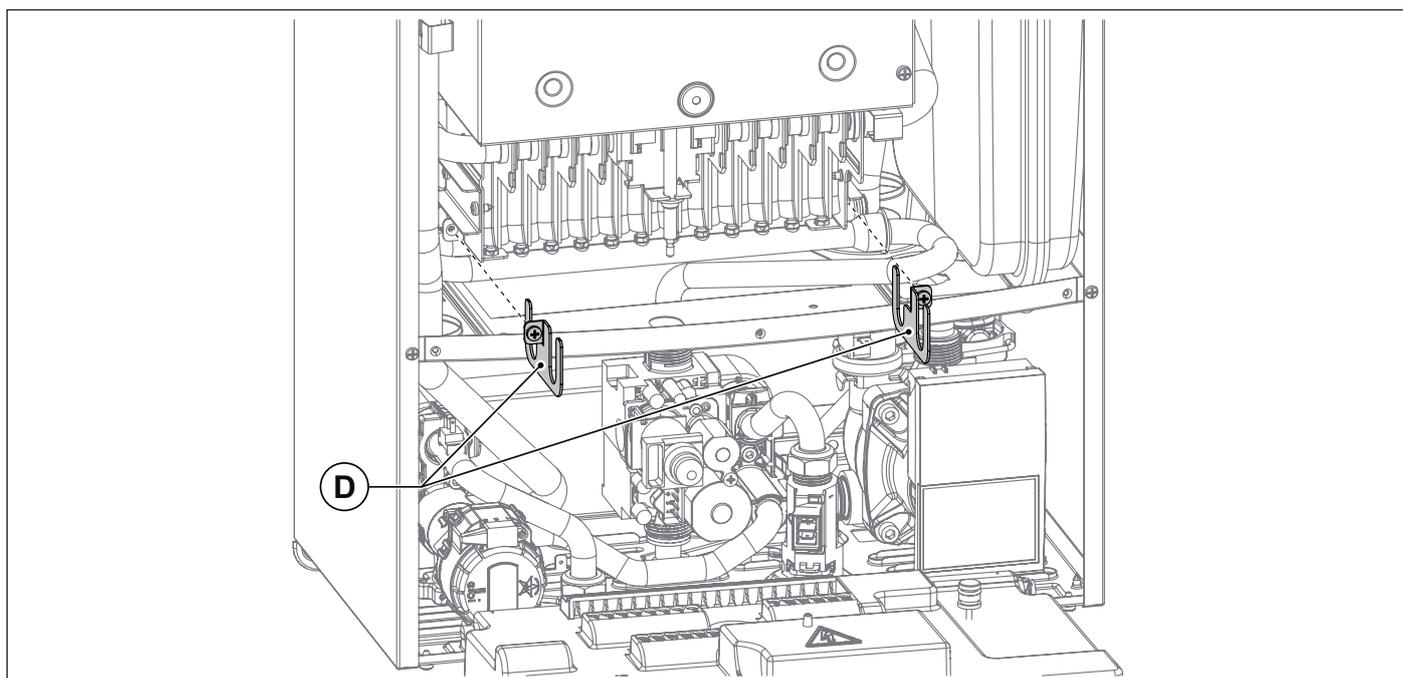

Fig. 15 Staffe
- Rimuovere le 2 staffe **D** che fissano il collettore alle rampe del bruciatore (vedi Fig. 15 Staffe).